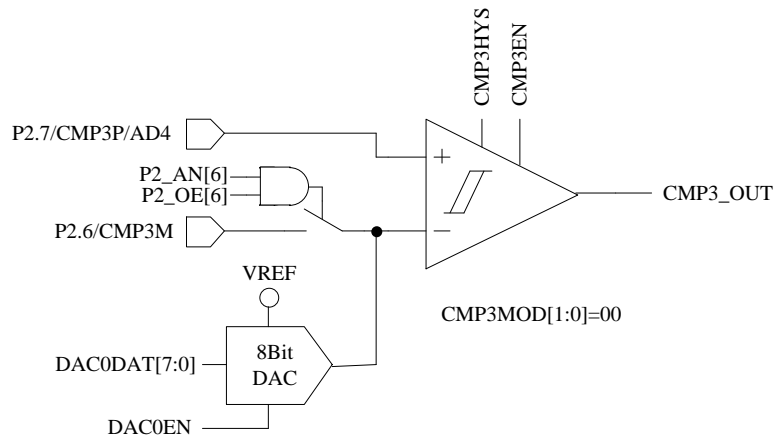

图 30-2 CMP3MOD[1:0]=00, 选择单比较器输入模式
- 配置 CMP_CR1[CMP3MOD] = 00，CMP3 为单比较器输入模式，具体输入输出端口及接法如图 30-2 所示